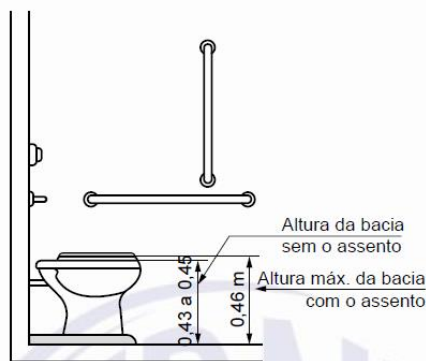

Figura 104 – Altura da bacia – Vista lateral
7.7.2.1 Altura da bacia: As bacias e assentos sanitários acessíveis não podem ter abertura frontal e devem estar a uma altura entre 0,43 m e 0,45 m do piso acabado, medidas a partir da borda superior sem o assento. Com o assento, esta altura deve ser de no máximo 0,46 m para as bacias de adulto, conforme Figura 104, e 0,36 m para as infantis.